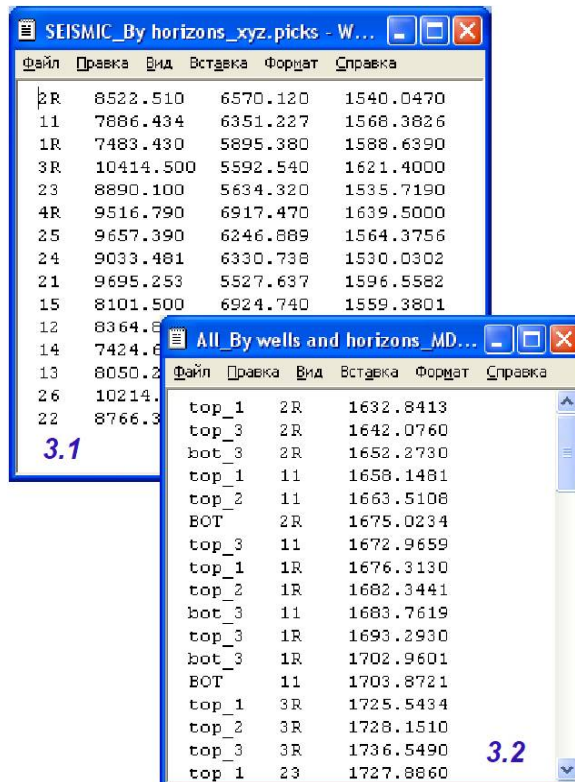

Рисунок 1.9 – Файлы, содержащие стратиграфические отбивки
Стратиграфические отбивки (Well picks) содержатся в двух файлах: Seismic_By horizons_xyz и All_By wells and horizons (рис. 1.9) – отличающихся форматами. В первом файле (3.1) содержатся координаты X, Y, абсолютная глубина (TVD) обивки по горизонту SEISMIC для каждой скважины. Второй файл (3.2) содержит имена остальных горизонтов, номера скважин и значения измеренных глубин (MD).